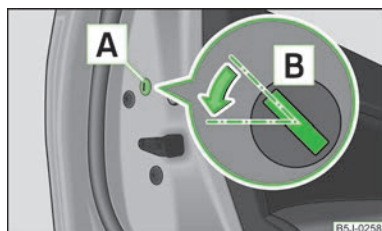

Fig. 16
- Desmontar el paramento **A** » fig. 16.